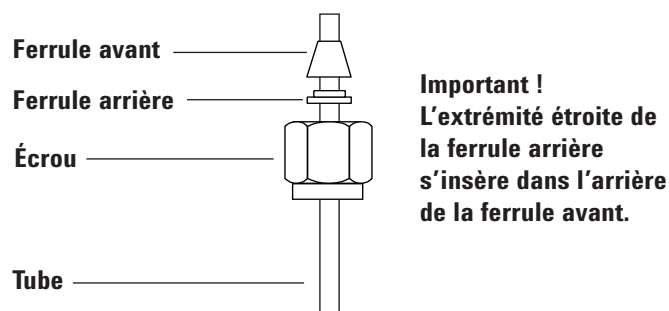

Figure 14. Écrous et ferrules Swagelok
- 1 Placez un écrou Swagelok, une ferrule arrière et une ferrule avant sur le tube comme illustré dans la **Figure 14**.